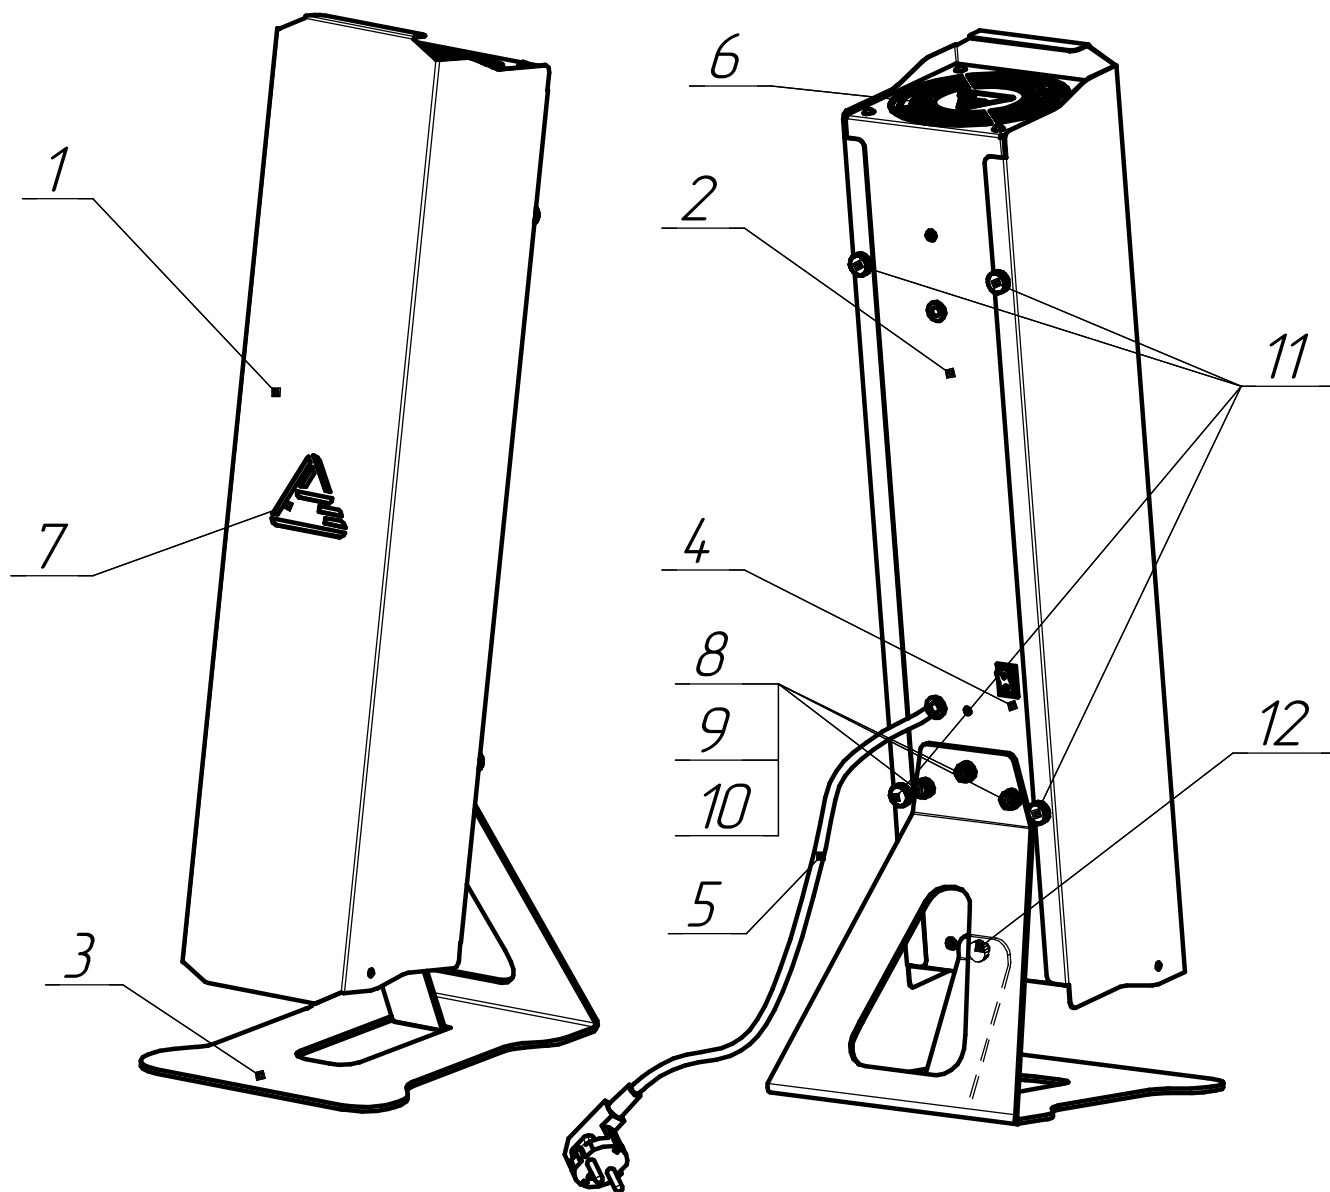

Рисунок 1 - Общий вид рециркулятора ОБРН02.
*Масса рециркулятора указана с присоединенной опорой (поз.3 рис.1)
- 5.1.9 Подсоедините опору (поз.1 Рисунок 1) и прикрутите ее на 3 болта М6 (поз. 8) и винт (поз.12).
- 5.1.15 Для установки рециркулятора на стену отсоедините опору открутив 3 болта (поз. 8 рис. 1) и винт (поз. 12 рис. 1), присоедините к рециркулятору две скобы подвеса (поз.1 рисунок 4) прикрутив их на 2 болта в установочные отверстия (поз. 2) и закрепите рециркулятор на стене в соответствии со схемой (рис 4).